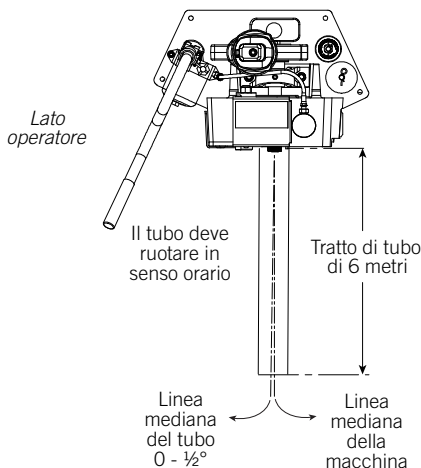

FIGURA 2: ANGOLO DI TRACCIATURA
8. Premere l'interruttore di sicurezza a pedale. Verificare che il rullo inferiore ruoti in senso opposto all'operatore, se visto dal lato anteriore della macchina. (Per ulteriori informazioni, consultare la Figura 2 a pagina 16). Se il rullo inferiore ruota verso l'operatore, invertire il collare di rotazione come descritto al punto 9, in basso. Sollevare il piede dall'interruttore di sicurezza.